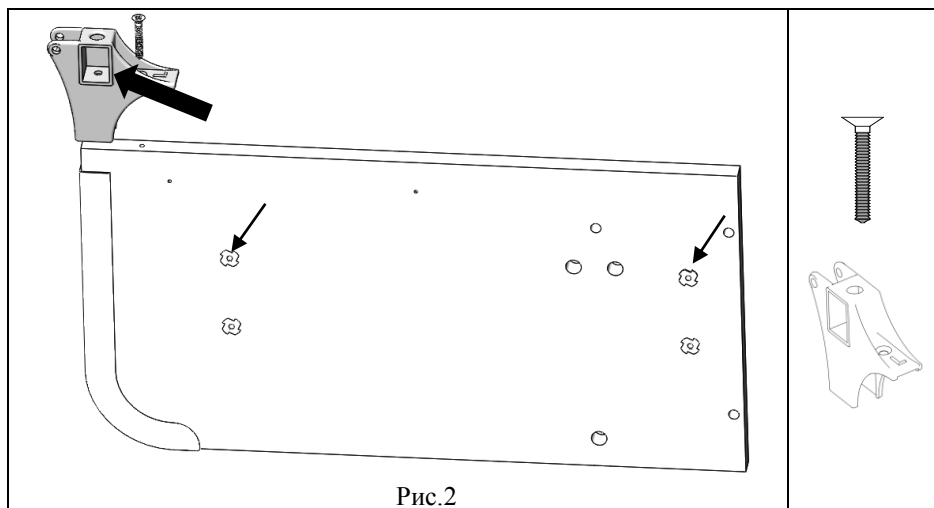

Рис.2
5.1.1.2. К сборке по п. 5.1.1.1 установить СУТ.41.141. Основание шарнира левое (поз.1, пакет № 145а) и закрепить при помощи винта самонарезающегося (поз.6, пакет №150), см. рис.2.